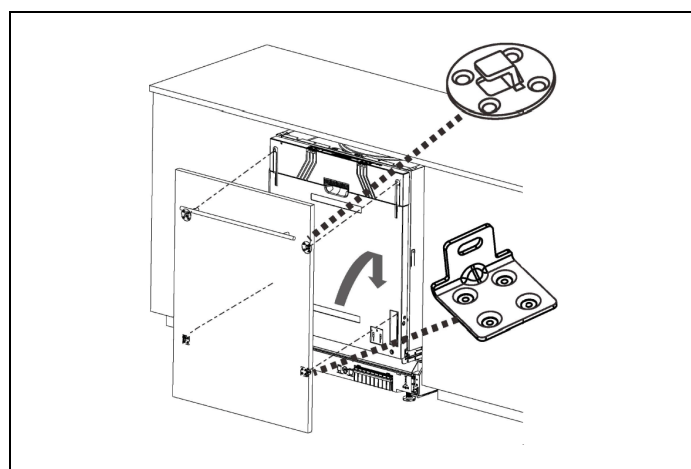
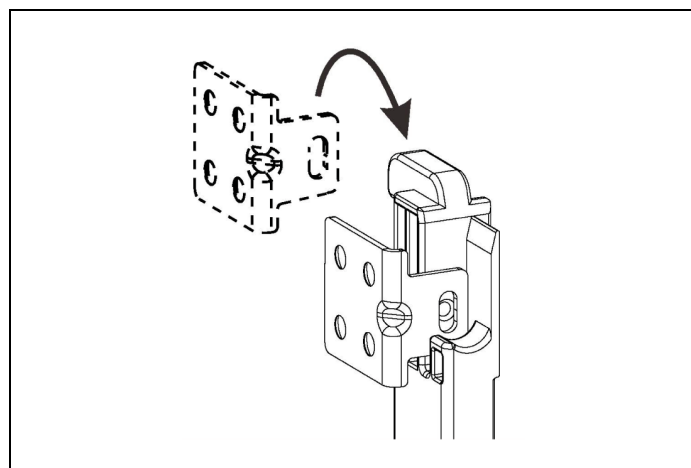

Fig. 16
Fig. 17
- 2) Fixez le crochet sur le panneau de porte personnalisé et insérez-le dans la fente de la porte extérieure du lave-vaisselle (Fig. 16 ,Fig. 17).